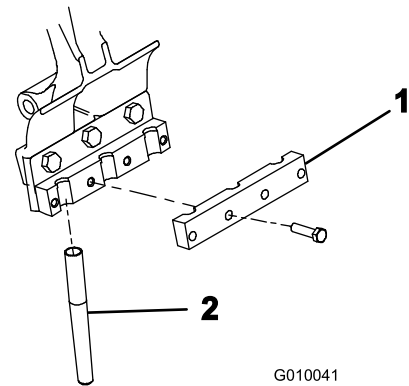

図 24
4. 各タイン・ホルダーにタイン・クランプを仮止めする；3/8 x 1-1/2 in ボルト 4 本を使用する（図 24）。この時点ではまた本締めしないこと。